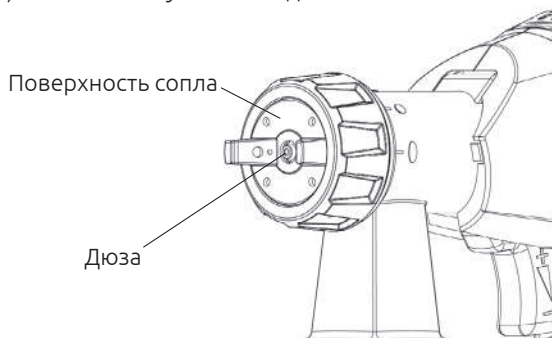

Рис.9
- При накоплении частиц материала покрытия на дюзе и / или поверхности сопла (Рис.9) очистите обе указанные детали.